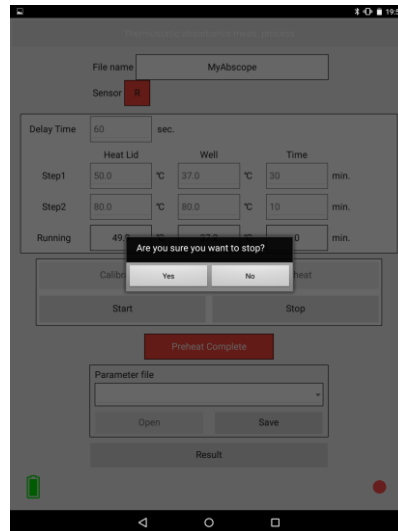

図 4-19：プレヒート中止確認画面
プレヒート途中で処理を中止したい場合は、図 4-7⑦の処理停止ボタンをタップしてください。図 4-19 のように「Are you sure you want to stop?」と中止確認されますので、「Yes」を選択してください。「No」を選択した場合、プレヒート処理は中止されません。